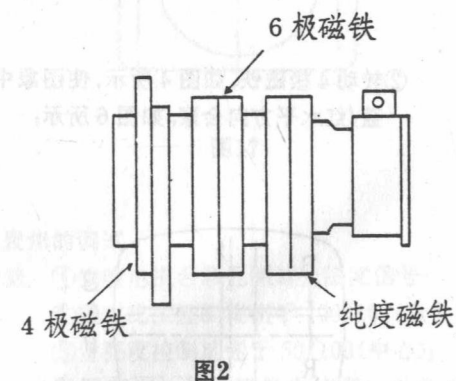

图2
④ 缓缓拉回偏转线圈,使左右彩色部分同时消失时为止,这时使信号发生器输出白色信号,并观察白色纯度是否良好(如果纯度不好的话,请再把偏转线圈稍稍向后拉出来,直到能得到理想的白色纯度时为止),然后把螺丝旋紧,使偏转线圈紧紧地固定牢;
⑤接收单红色的信号,检查红色的纯度,如红色纯度不好的话,反复进行步骤②~④调试,直到能得到红色纯度时为止。
准备: ①色纯度/会聚磁铁总成,如图 2 所示;